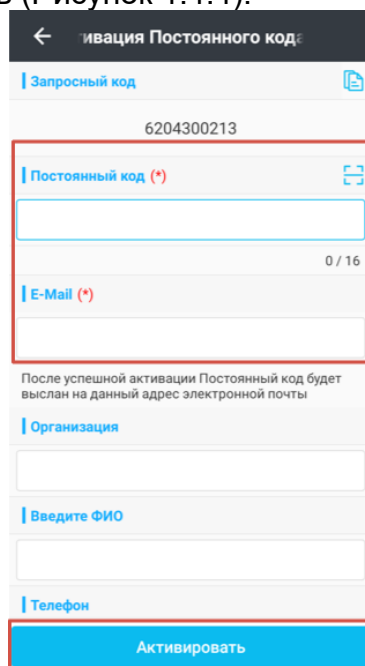

Рисунок 1.4.4
- ☞ Нажмите Активировать (Рисунок 1.4.4).